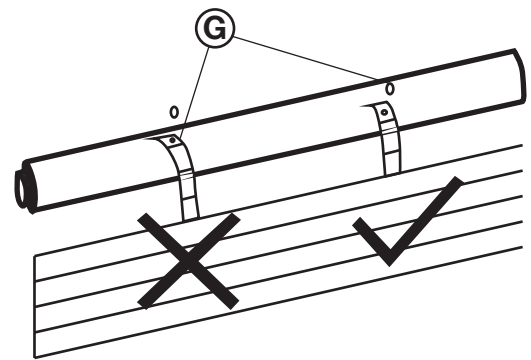

Fig. 8
- La barra de conexión entre el tubo y la hoja de la puerta no deben ser demasiado larga porque podría perjudicar la resistencia a la extracción del producto (Fig. 8)